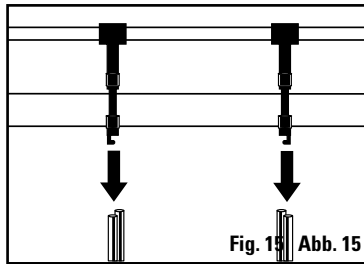

Fig. 15 Abb. 15
2. Faire coulisser la scie sur les tiges, la poignée du même côté que la poignée pivot d'angle (Fig. 15).
2. Deslice la sierra sobre las barras con la manija sobre el mismo lado que la manija pivote de ángulo (Fig. 15).
2. Schieben Sie die Säge auf die Stangen, wobei der Griff auf derselben Seite sein muss wie der Winkel-Drehzapfen (Abb. 15).